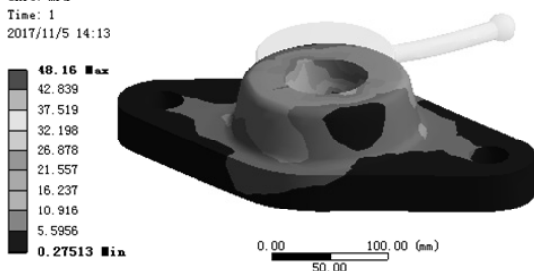

图 7.6.48 应力结果图解 (base-down)
(5) 查看 base-down 应力结果图解。在“Outline”窗口中选中  **Equivalent Stress 3**，查看图 7.6.48 所示的零件 base-down 的应力结果，其最小应力为 0.27513 MPa，其最大应力为 48.16 MPa。